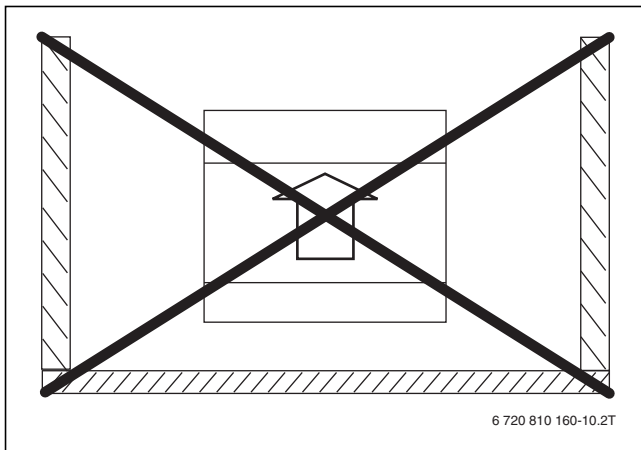

Bild 10 Von Wänden umgebene Aufstellung vermeiden
- Die Wärmepumpe nicht in Winkeln aufstellen, wo sie auf 3 Seiten von Wänden umgeben ist (→ Abb. 10).
Die Aufstellung in Häuserecken oder umgeben von Wänden kann zu einem erhöhten Lärmpegel und einer starken Verunreinigung des Verdampfers führen (→ Abb. 10).